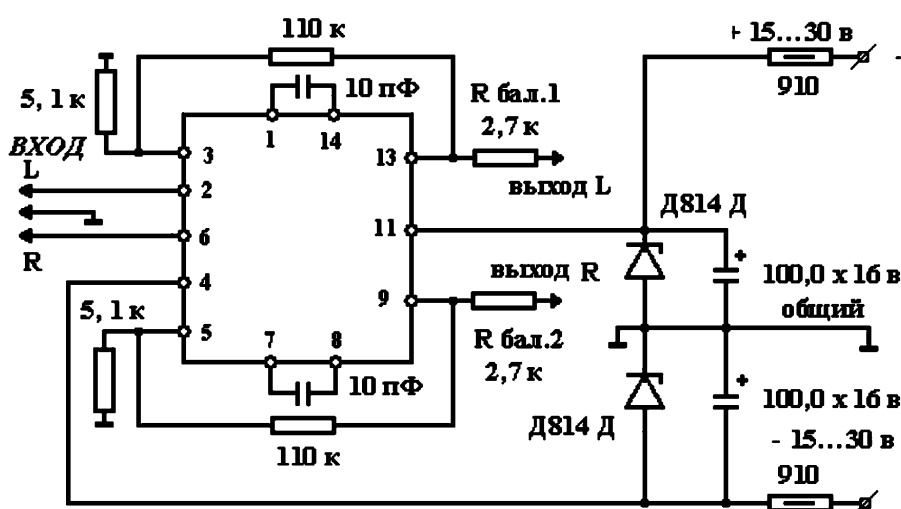

Рис.13
В связи с тем, что чувствительность многих УМЗЧ недостаточна для работы с сигналом, поступающим с линейного выхода разнообразных аудио источников, для их раскачки используется предварительный усилитель. ИМС К157УД2 можно использовать в качестве двухканального предварительного усилителя высокого качества. К сожалению, в разных источниках приводится более десятка примеров включения К157УД2, так или иначе отличающихся друг от друга. Поэтому на рис.13 приведена практически универсальная схема включения К157УД2.
**Согласование по выходу.** Балансные резисторы сопротивлением 2,7 кОм (рис.13) необходимы для того, чтобы ИМС не вышла из строя при подключении к ее выходу низкоомных на 30...40 Ом телефонов. При подключении после этих резисторов телефонов разных типов с сопротивлением от 16 Ом до 1,4 кОм во всех случаях громкость звучания была достаточной.